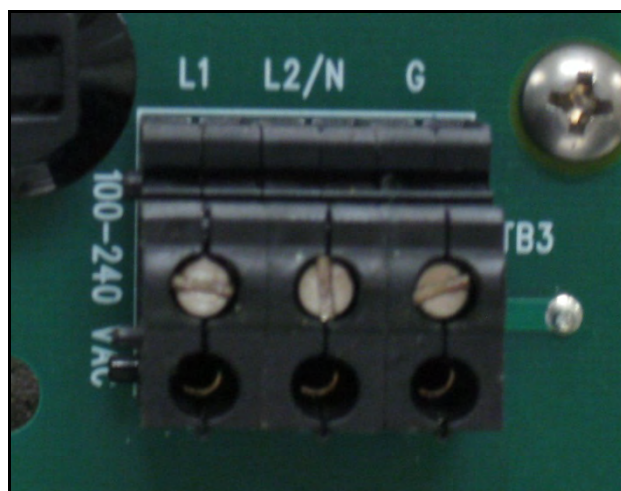

Abbildung 7: Klemmleiste
4. Führen Sie die Netzanschlüsse zur in Abbildung 7 dargestellten Stromklemmleiste. Es wird empfohlen, Netzkabel der Größe 12-18 AWG (3,3 – 0,82 mm²) zu verwenden.